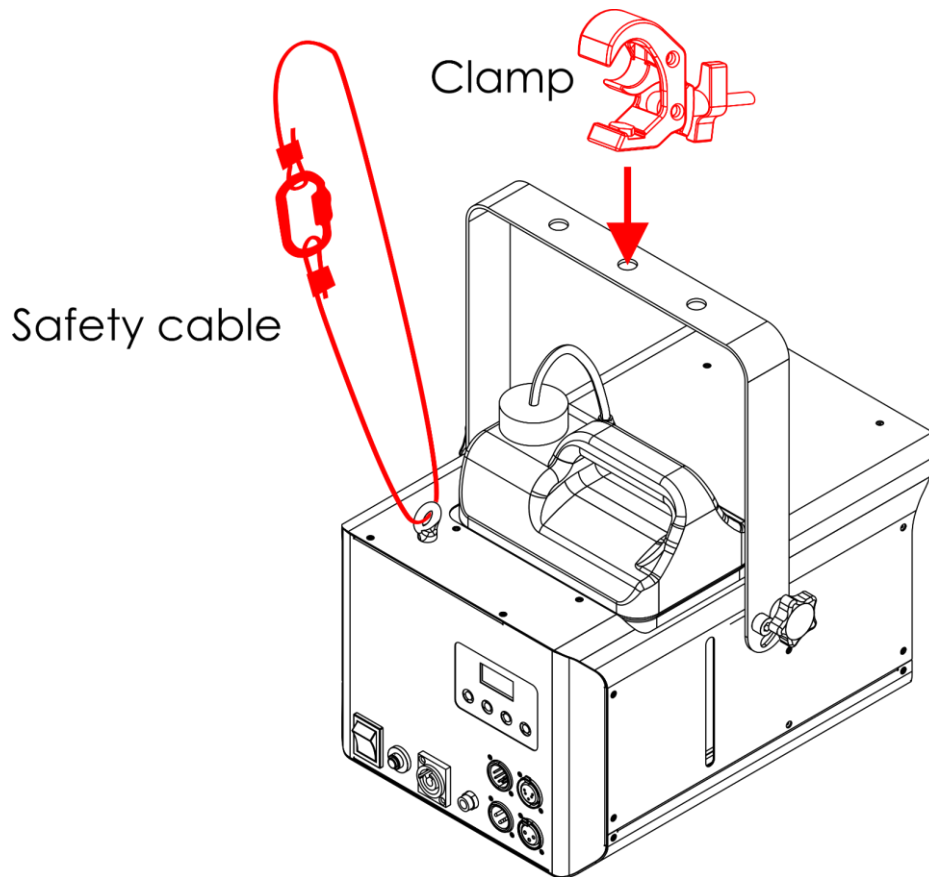

Fig. 05
- 01) Utilisez une pince de fixation pour attacher l'appareil à la structure porteuse, comme indiqué sur la Fig. 05. Assurez-vous que l'appareil est immobilisé.
- 02) Attachez l'appareil à l'aide d'une suspension secondaire, un câble de sécurité, par exemple. Assurez-vous que la suspension secondaire est capable de supporter 10 fois le poids de l'appareil. Si possible, la suspension secondaire doit être fixée à une structure porteuse indépendante de celle de la suspension primaire. Faites passer le câble de sécurité dans l'**anneau de sécurité (16)**, comme indiqué sur la Fig. 05.